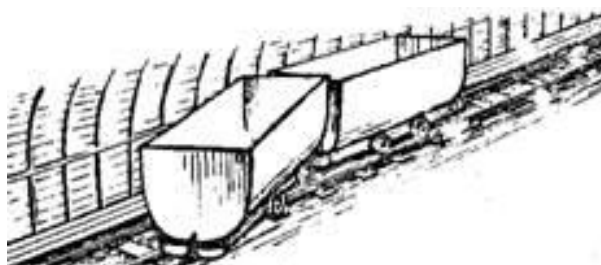

Рисунок 2
5. При спуске партии из двух вагонеток по уклону произошел сход нижней вагонетки с рельсового пути (рис.2).